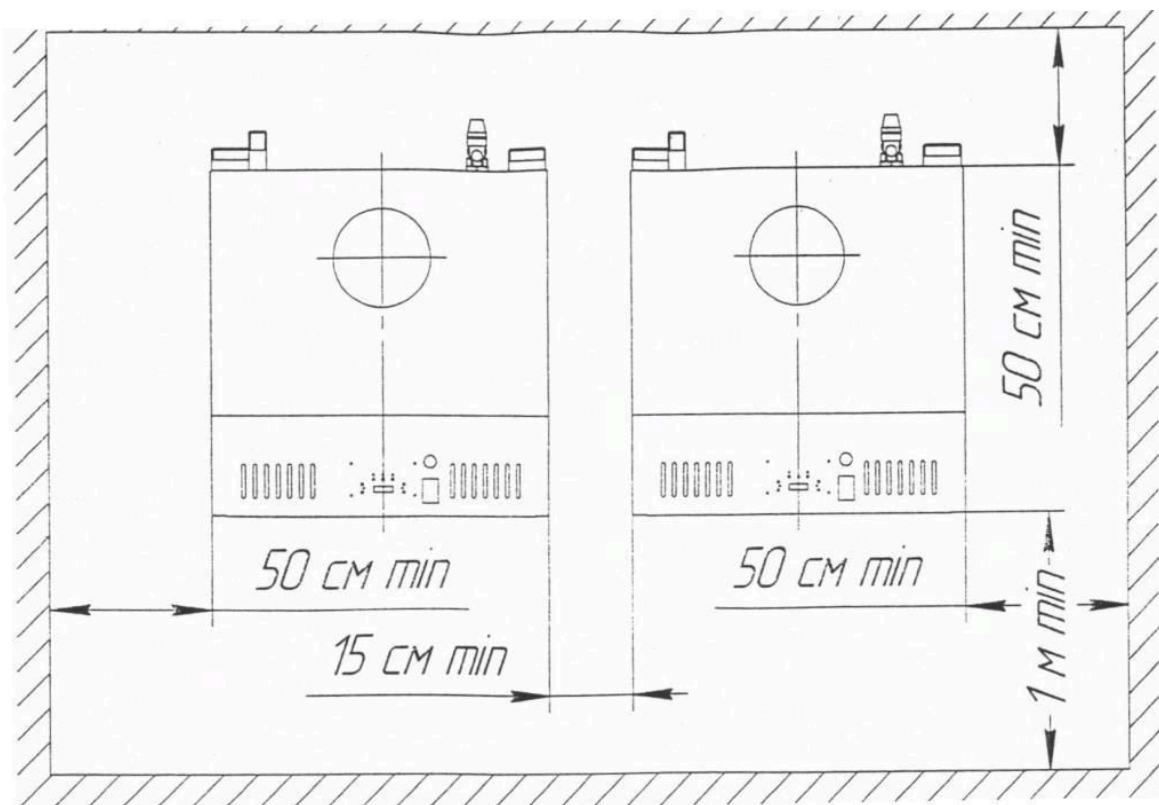

Рис. 5
5.5 Котел (котлы) устанавливаются в помещении с обязательным обеспечением необходимых для обслуживания и ремонта расстояний в соответствии с рис. 5 (вид сверху).